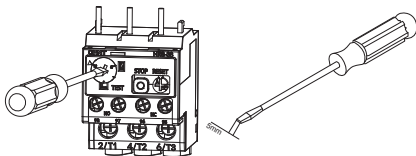

图7 整定电流设定示意图
7.3.3整定电流设定：在主回路通电前进行。热继电器出厂时处于最小整定电流位置。用户若需要选用其他整定电流值，建议使用一字螺丝刀（刀头宽度5mm）旋动电流刻度盘。（使用其他类型螺丝刀可能会拧花凸轮旋转槽口）使箭头所指电流刻度值与被保护电动机的满载额定电流相一致即可。如需使用两刻度之间的电流值，可按比例旋动电流刻度盘定位，并在使用过程中作适当调整。（见图7）